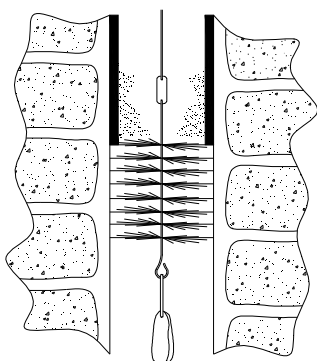

Fig.1
b) Una vez desmontado el deflector tenemos acceso a la chimenea. Limpie el conducto de chimenea utilizando para ello un cepillo con una pesa como se describe en la fig.1.